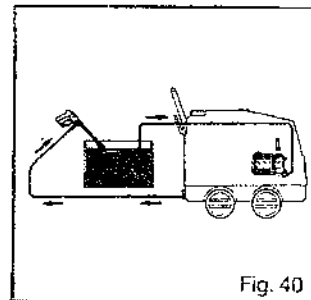

Fig. 40
- 5) Démontez la rallonge de la lance et la plonger dans le récipient en créant ainsi un circuit fermé (fig.40).